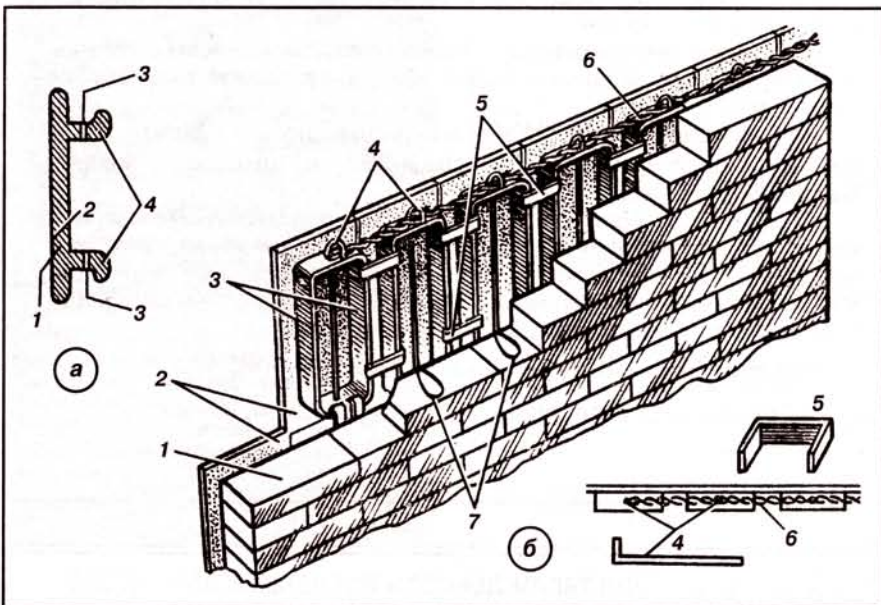

Рис. 4. Облицовка печи изразцами:
3. К штырям в трех точках (снизу, сверху и в середине) прикручивают проволоку, концы которой заделывают в кирпичную кладку. По возможности ребра румпы изразцов одного ряда сцепляют скобами или связывают проволокой (рис. 4).